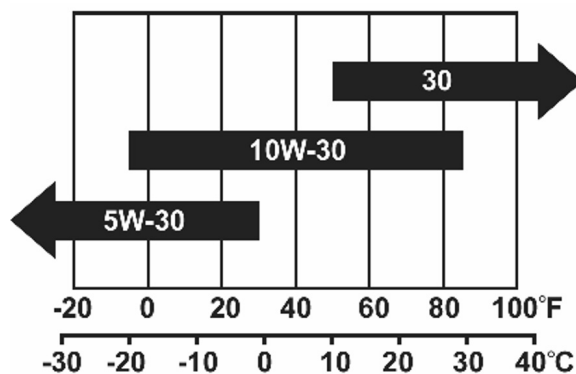

Рисунок 4. Зависимость класса вязкости моторного масла от температуры окружающей среды.
SAE 10W-30. Моторное масло других вязкостей могут быть выбраны в соответствии с фактической средней температурой окружающей среды и информацией, показанной на графике, Рисунок 4.
Моторное масло с вязкостью SAE 10W-30 рекомендуется для использования в полном диапазоне температур. Моторное масло других вязкостей могут быть выбраны в соответствии с фактической средней температурой окружающей среды и информацией, показанной на графике, Рисунок 4.
6. Заправьте моторное масло рекомендованного типа до верхней отметки на щупе, Рисунок 4.